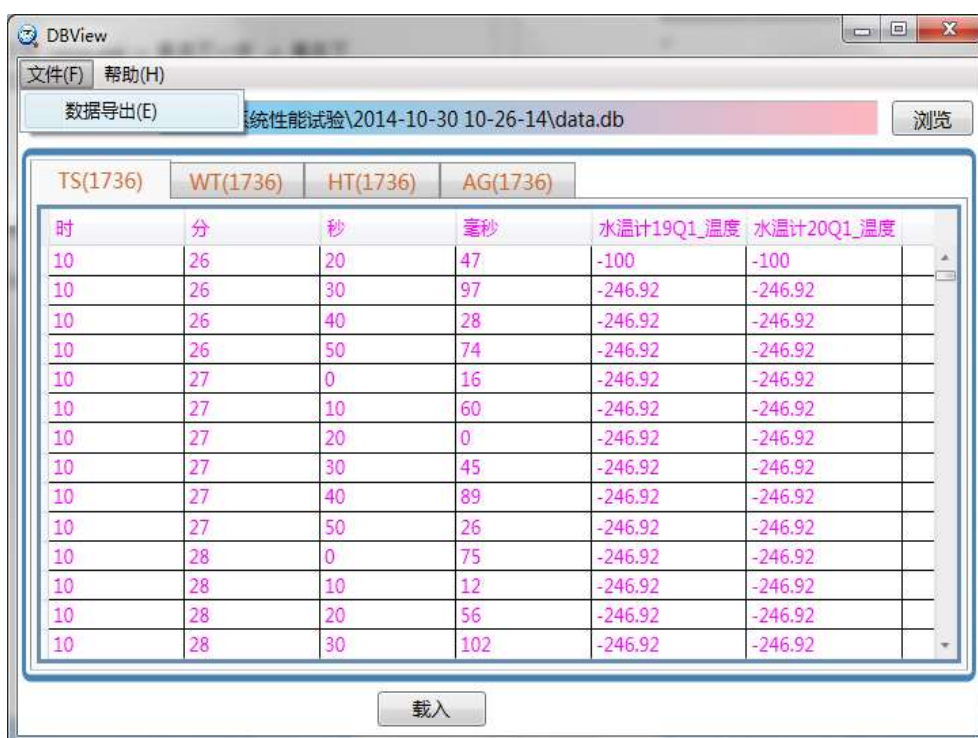

图 6.3
4. 单击“文件”-> 单击“数据导出”如图 6.3 所示，在弹出的对话框中选择保存路径，命名文件，单击“保存”，完成数据导出。